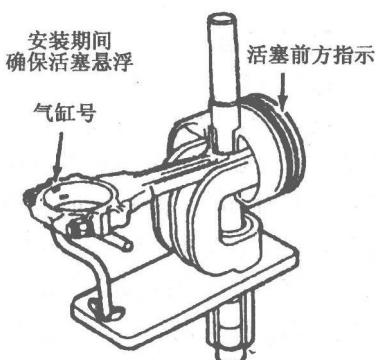

图2-7 活塞销的安装
(1) 活塞连杆总成拆卸。拆下连杆轴承盖锁紧螺母或螺栓拆下轴承盖。在连杆螺栓上安装保护管，拆卸时以免擦伤气缸壁。沿气缸上止点方向推活塞和连杆，可用木锤或铁锤木把敲打连杆凸台，以便于拆卸。
(2) 活塞连杆总成清洗和检查。从活塞上除去所有的积炭和沉积物(可在冷清洗箱中清洗活塞和连杆)，用活塞环槽清洁器从活塞环槽上清除所有的沉积物。注意，不要用钢丝刷子清洁活塞。检查活塞环槽区域是否有烧伤痕、裂纹或损坏。检查环槽相连处是否有裂纹。将轴承盖安装在相应的连杆上，拧紧螺栓或螺母到规定力矩，用内径千分尺在相距90°的两处测量活塞销孔内径，标准值应为23.009~23.016mm。连杆大头孔的内径和圆柱度必须符合规范。测量活塞销孔内径和活塞销外径，也可将活塞和连小头的销孔直径减去活塞销直径，判断配合是否合适。使用相应的卡尺测量从曲柄销孔内径中心到活塞销衬套中心的连杆长度，各缸连杆长度必须相同。在连杆校正器上检查连杆杆身是否弯曲或扭曲。更换所有损坏或不符合规范的零件。
(3) 活塞和气缸配合间隙检查。检查活塞和气缸配合间隙之前，应确保气缸的圆度、圆柱度。测量与活塞销成90°的活塞裙部直径，用气缸直径减去活塞直径以确定活塞与气缸间的间隙，间隙应符合规定(标准值为0.033~0.069mm)。
(4) 活塞与连杆安装。一些活塞的活塞顶上有切口、箭头或“FRONT”标记，必须按照正确的方向安装活塞，以防气门运行时损坏活塞。活塞安装到连杆上时，应确保活塞顶部的标记与连杆盖上的标记相对应(图2-7)。润滑活塞销并把它安装到连杆内，确保活塞销挡圈安全落座。对于压入式活塞销，应避免活塞销变形或断裂。
(5) 活塞环间隙检查。活塞环间隙的检查包括检查活塞环的侧隙和端隙。检查端隙时，把活塞环安装到与其对应的气缸中，用一倒置活塞把活塞环推到气缸底部的最小直径处，用塞尺检查活塞环的端隙，端隙必须符合规定。